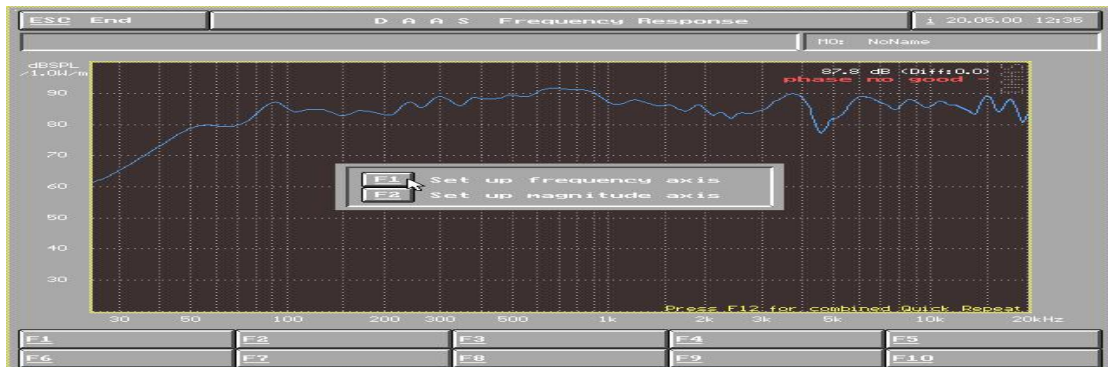

图 12
4) 点击 F8 DispL range 调整纵横轴座标及分辨率 (图 12)